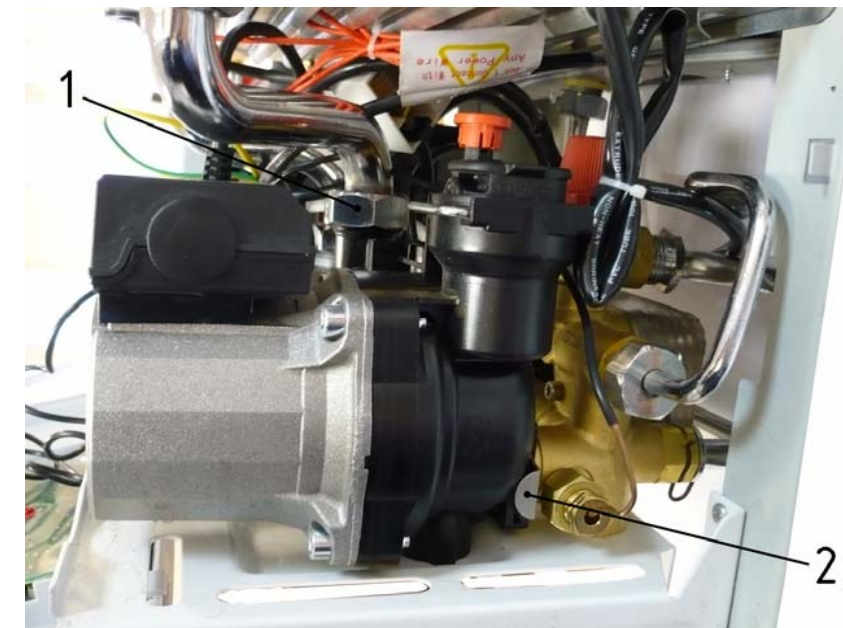

Рис. 12. Демонтаж насоса
- ✓ ключом на 30 отвернуть гайку 1 (см. Рис. 12) крепления трубы, идущей от насоса, к штуцеру теплообменника и отвести трубу в сторону (при необходимости отвернуть гайку на противоположном конце трубы);
- ✓ снять пластину 2 (см. Рис. 12) крепления насоса к гидроблоку;